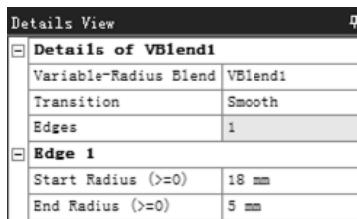

图 3.3.36 “Details View”对话框
- 步骤 02** 选择命令。选择 → Variable Radius Blend 命令，弹出图 3.3.36 所示